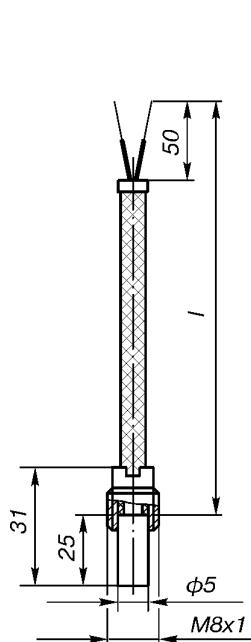

Рис.1.
- 01* по рис.1**
** По рис.1 возможна поставка с традиционной "луцкой" головкой, код исполнения защитной арматуры 01Л.
Количество чувствительных элементов: 1 (для рис.3-7), 1 или 2 (для рис.1, 2).
Диапазон измеряемых температур: -40...200°C (для рис.1, 2); -40...400°C (для рис.3, 4, 5, 6, 7).